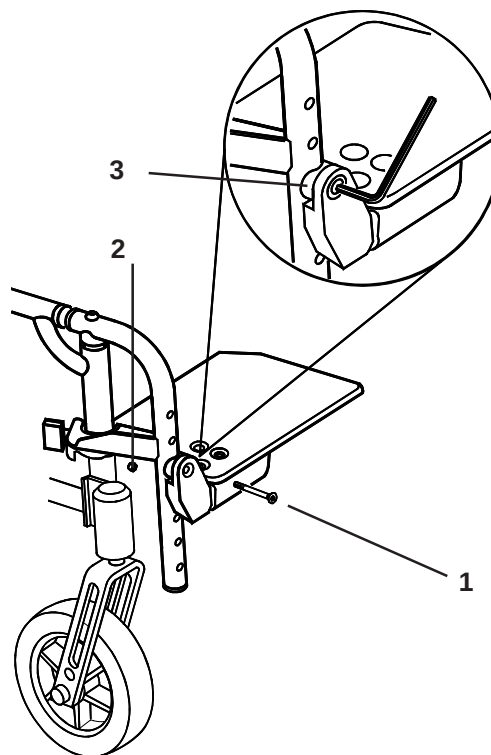

Fig. 32
Voor het afstellen van de hoogte van de voetplaat (Fig. 32), schroeft u de bevestigingsschroef (1), moer (5), en zadelborgring (4), met behulp van een 4 mm inbussleutel, zoals getoond, los en verwijdt u deze. Plaats de voetplaat op de gewenste hoogte, met het gat van het scharnierpunt op één lijn met het gewenste gat (2) in de voetplaat buis (3). Plaats de bevestigingsschroef (1), de zadelborgring (4) en de moer (5) terug en draai de schroef, met behulp van een 4 mm inbussleutel en een 10 mm ring sleutel vast, op een aanhaalmoment van 8-10 Nm.